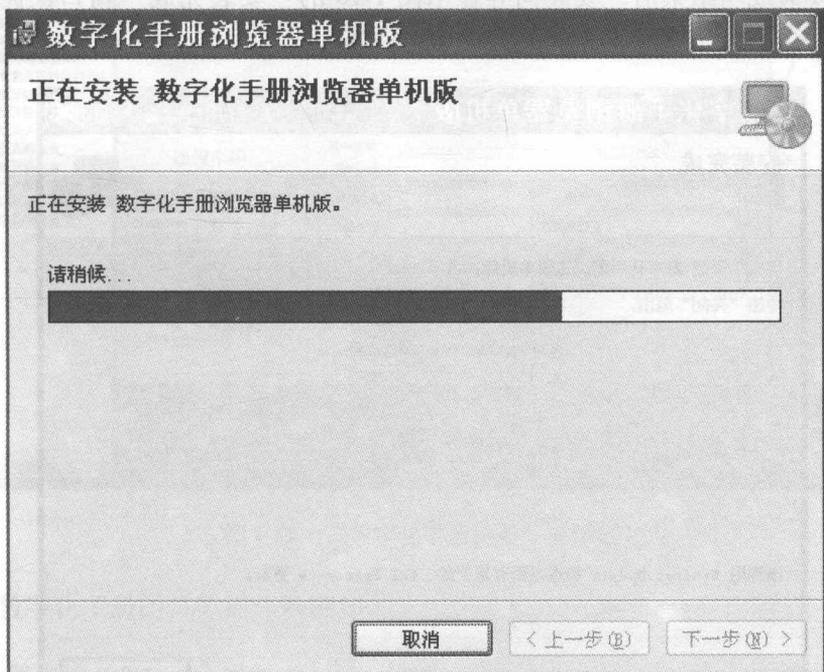

图 1-8 安装过程
7) 在安装过程中,安装向导显示图 1-8 所示的安装过程,在此期间,用户可随时单击“取消”按钮取消当前的安装。